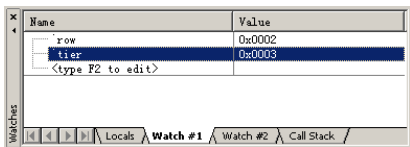

图 23-18 “Watch #1” 窗口
- (5) 按 F11 键, 单步向下执行, 在 switch 语句中, 扫描获得列号, 可以在“Watch #1”窗口中观察到变量 tier 的值, 如图 23-18 所示。